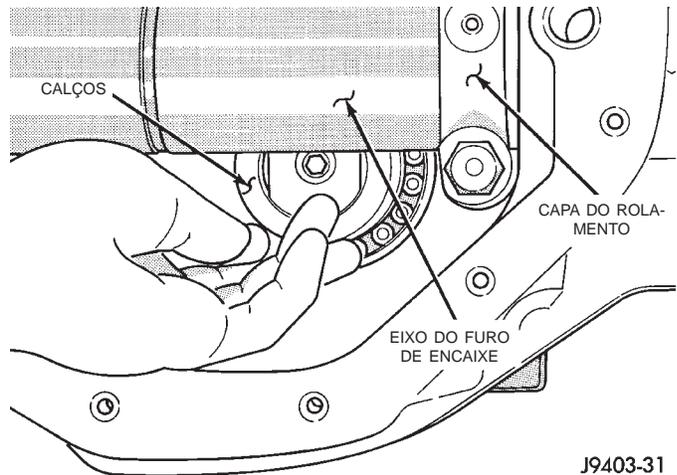

Fig. 78 Seleção do(s) Calço(s) de Profundidade
(20) Centralize a ferramenta.
(21) Posicione as capas do rolamento na ferramenta do eixo.
(22) Instale os parafusos de retenção.
(23) Aperte os parafusos de capa com um torque de 14 N·m (10 pés-lb).
(24) Tente ajustar o(s) calço(s) de profundidade entre o eixo do Furo de Encaixe e o bloco do mostrador (Fig. 78). **O ajuste do(s) calço(s) de profundidade deve ser bem ajustado, mas não apertado (fricção de arrasto de um calibrador de lâminas).**